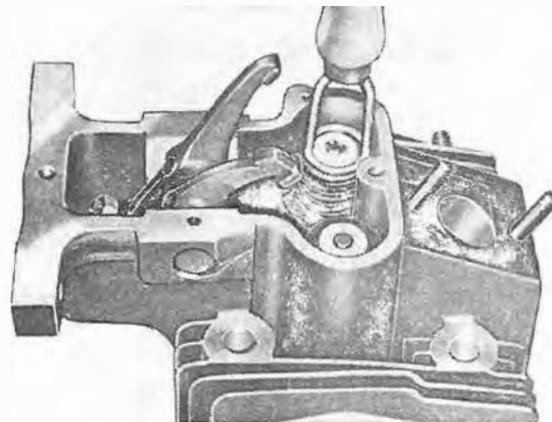

Fig. 72
- Sul bilanciere di scarico è il rilievo per albero decompressione (fig. 72).
- The compression release shaft boss is on the exhaust rocker arm (Fig. 72).
Sur le culbuteur d'échappement il y a un méplat pour l'arbre de décompression (fig. 72).